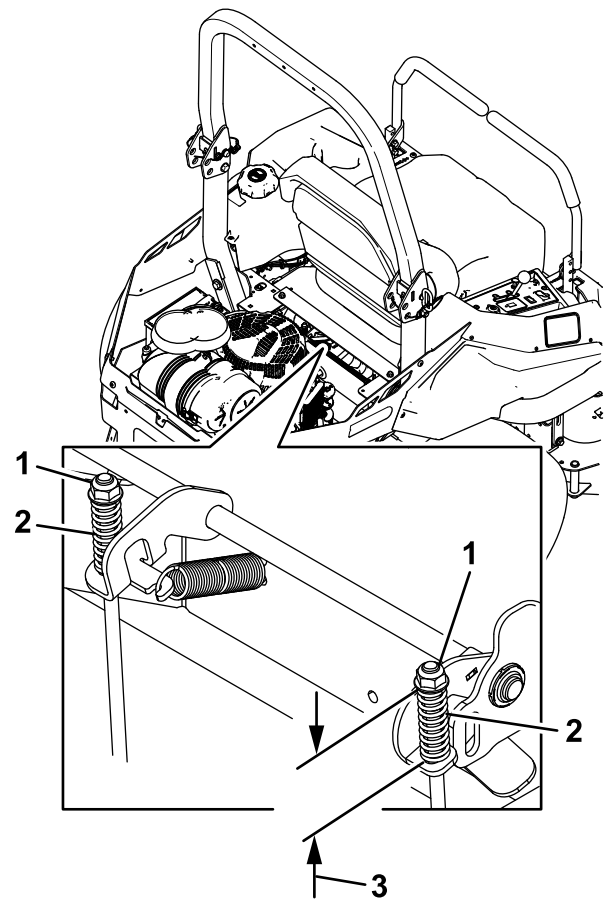

Figura 63
7. Compruebe la longitud de ambos muelles como se muestra en Figura 63. Si se requiere un ajuste, gire la tuerca superior en el sentido de las agujas del reloj para acortar el muelle y en el sentido contrario a las agujas del reloj para alargarlo.